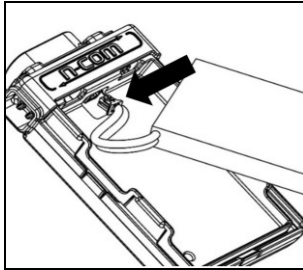

Fig. 2
- Conecte el conector de la batería a la contraparte (Fig. 2), prestando atención a insertarlo correctamente. Si es necesario, use la herramienta de cabeza plana (incluida) para insertar completamente el conector de la batería en la contraparte.